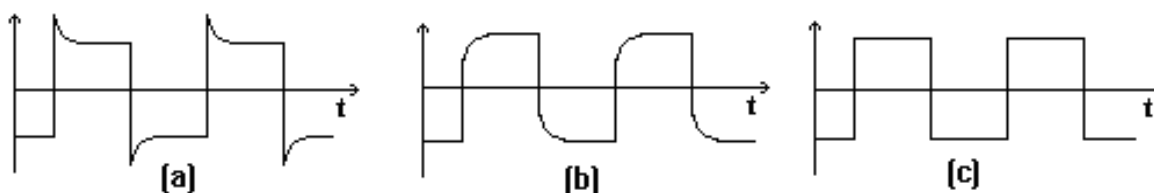

Figura 1 - Calibrando la punta de pruebas
- f. Con el destornillador previsto al efecto, proceda a ajustar el capacitor de compensación hasta lograr una forma de onda como la que indica la figura 1(a).
- i. Repita los pasos anteriores, pero con la punta calibrada como en la figura 1(b) y luego 1(c).